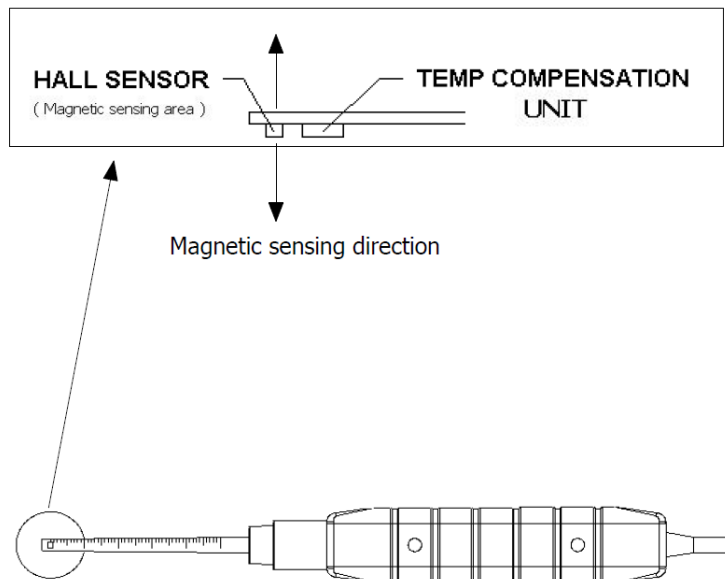

Abbildung 4
- 4) Berühren und umschließen sie das zu testende Material mit dem Sensorkopf (Abb. 4). Das Display zeigt die Magnetfeld Stärke in der gewählten Einheit an.